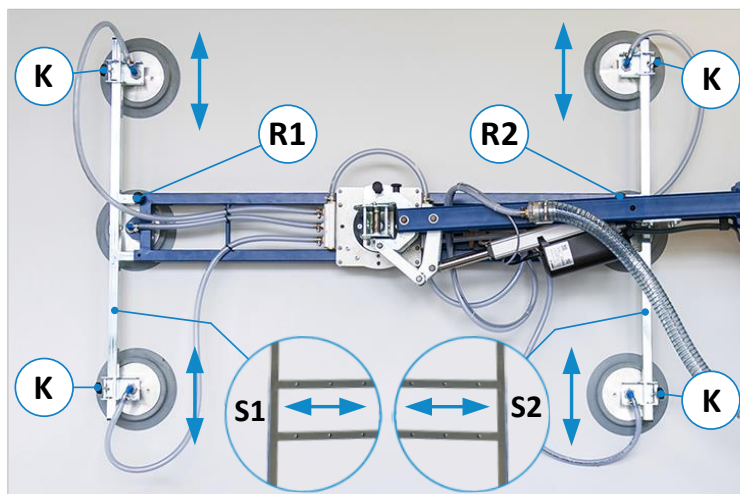

Figure 20 : réglage des positions des ventouses
- En desserrant les poignées de serrage (K), les quatre ventouses extérieures peuvent être déplacées (⇒ Figure 20).